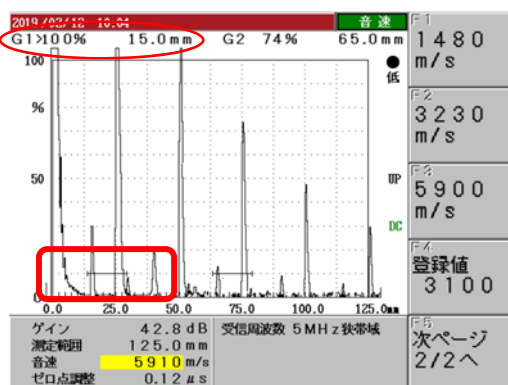
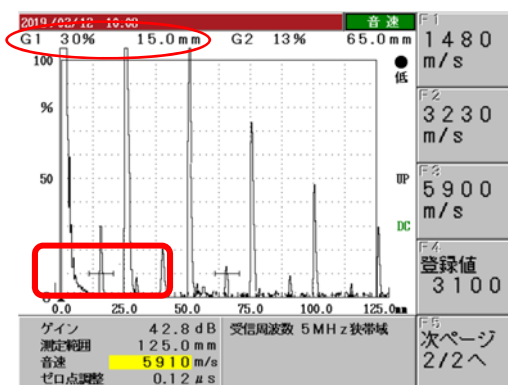

図 14 不適切なゲートの掛け方
図 15 適切なゲートの掛け方
(3) ゲート内エコー高さの表示(ピークアップ方式)
- ① ゲートに複数のエコーが掛かると、ビーム路程は、ゲート内 1 本目の位置を、エコー高さは、最も高いエコーの高さを示す。
- ② 図 14 では、1 回目のきずエコーと底面エコーの両方がゲートに掛かっているため、○で囲んだように、きずエコーのビーム路程は 15.0mm を表示し、エコー高さは底面エコーの値『>100%』を表示している。
- ③ ビーム路程とエコー高さを正確に求めるためには、目的とするエコー (この場合は 1 回目のきずエコー) のみにゲートを掛ける必要がある。図 15 は、1 回目のきずエコーのみにゲートが掛かっており、きずエコーのビーム路程は 15.0mm で、エコー高さは 30% と正しい値を表示している。
(図 14, 図 15 は STB-N1 の標準きずエコーを捉えた探傷図形を例に示している)